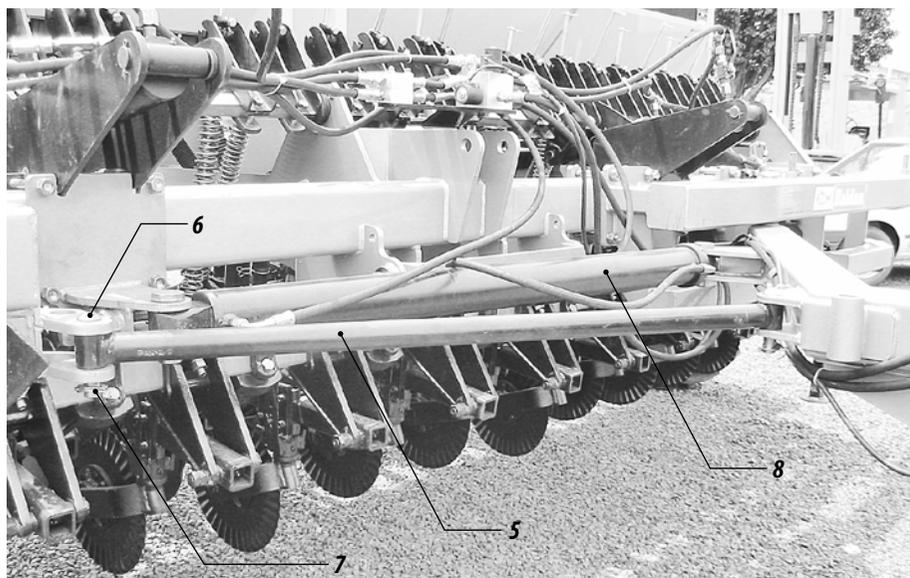

Figura 56
- 04 - Retire la tranca (5) que une el cabezal al chasis a través de los pernos (6) y tranca (7). En seguida accione el pistón hidráulico (8) para cerrar el cabezal. Figura 56.